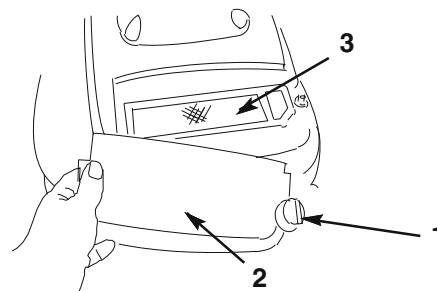

図37
3. エア・クリーナのカバーの取り付けネジ (図37) を外す。
4. カバーをはずしていいに洗う (図37)。
6. スポンジ製プレクリーナを外して弱い洗剤と水で洗って乾燥させる (図37)。